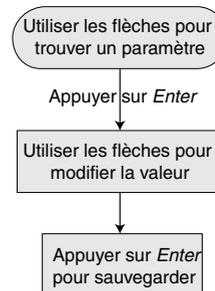

Figure 12 – Modification d'une valeur de paramètre
B. Procéder comme il est indiqué à la Figure 12.